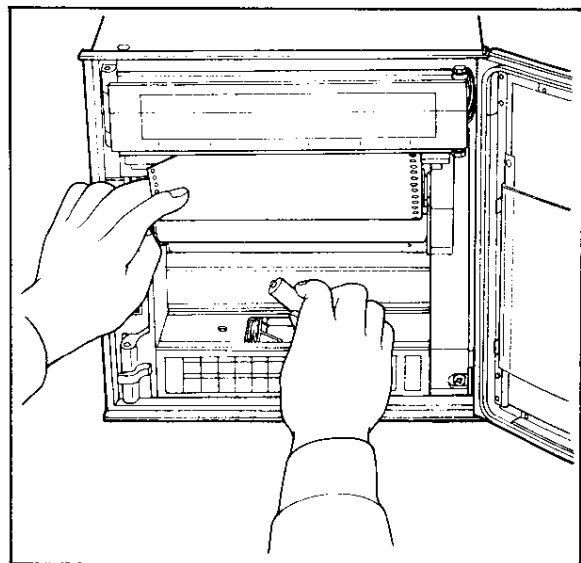

図 5.11
- (4) 電池ホルダ内の電池を取り除きます(図5.11)。